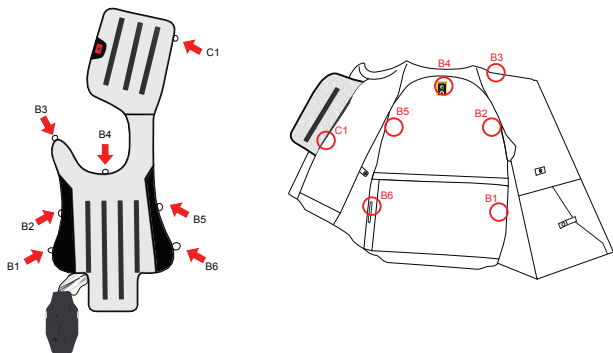

Figure 14
4. Détachez l'Airbag de la veste en ouvrant tous les clips de connexion. Les clips sont disposés comme indiqué sur le site Figure 14 .